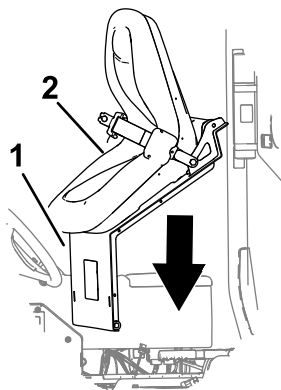

Figure 220
1. Placez le siège et son plateau sur le châssis de la machine (**Figure 220**).